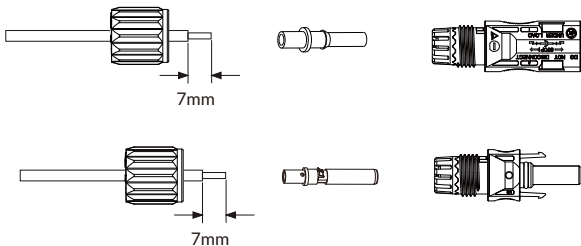

Imagen 5.3 Desmonte la tuerca ciega del conector
a) Pele el cable de CC aproximadamente 7 mm y desmonte la tuerca de la tapa del conector (ver imagen 5.3).